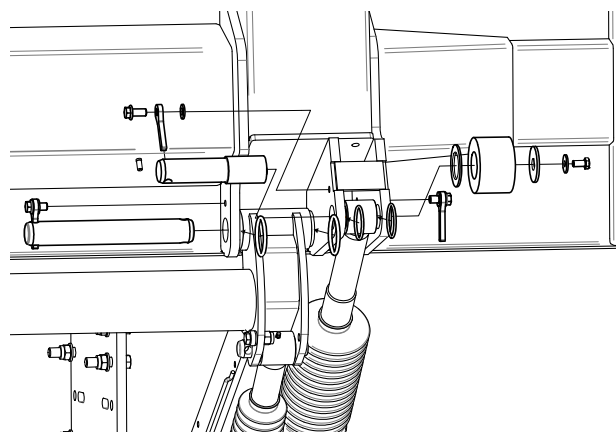

Bild 25. Montera en av tiltcylindrarna
4. Montera en av tiltcylindrarna på plattformen Se Bild 25.